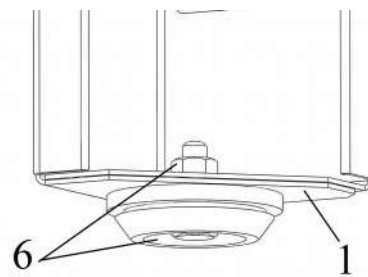

Рис.3
4.4 Установите подпятники на ножки 1 с помощью крепежа 6 (рис.3). Установите колоду.